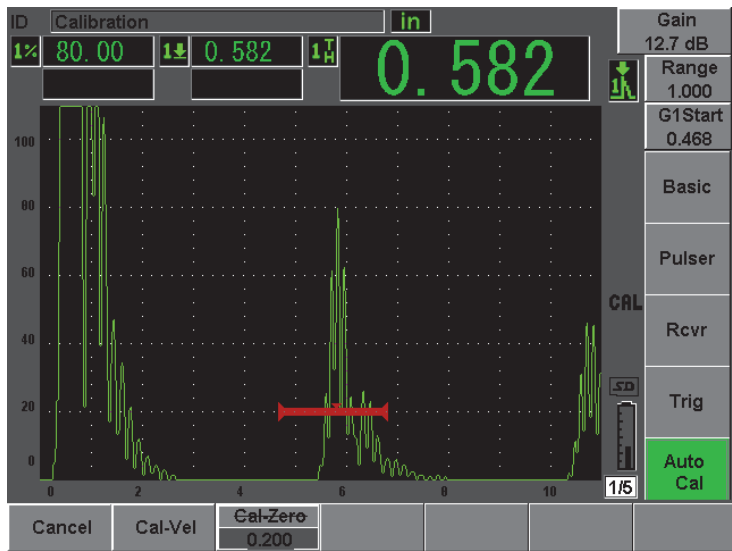

图 10-3 闸门内声速校准信号示例
8. 将数值调整到与闸门内信号指示的已知厚度值相应的数值（本例中为 0.200 in.），然后选择 **Continue**（继续），继续使用另一个厚度阶梯进行校准（参见第 158 页的图 10-3）。此时用到的厚度值将被存储为 **Cal-Zero**（校准零位）参数框中的参考值。